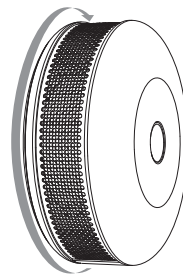

Fig. 7
7. Schließen Sie das Gerät, indem Sie es im Uhrzeigersinn drehen (Fig. 7).